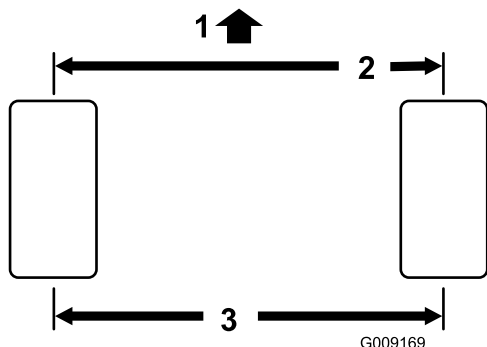

Bild 47
1. Messen Sie den Abstand vorne und hinten an den Lenkreifen Mitte-zu-Mitte (auf Achshöhe). Der Wert für vorne darf höchstens 3 mm kleiner sein als der Wert für hinten (**Bild 47**).